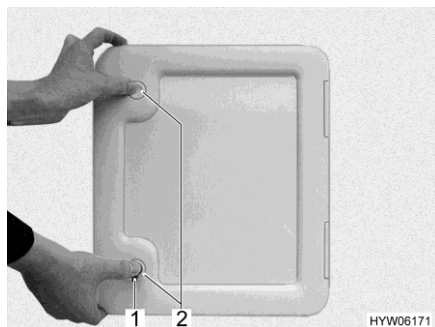

Fig. 169 Trampilla (depósito de aguas fecales)
- Abrir la trampilla para el depósito de aguas fecales en el exterior del vehículo. Para esto, introducir la llave en el cilindro de cierre del cierre a presión (Fig. 169,1) y girarla un cuarto de vuelta en sentido de las agujas del reloj.
- Presionar ambos cierres a presión (Fig. 169,2) al mismo tiempo con el pulgar y abrir la trampilla para el depósito de aguas fecales.